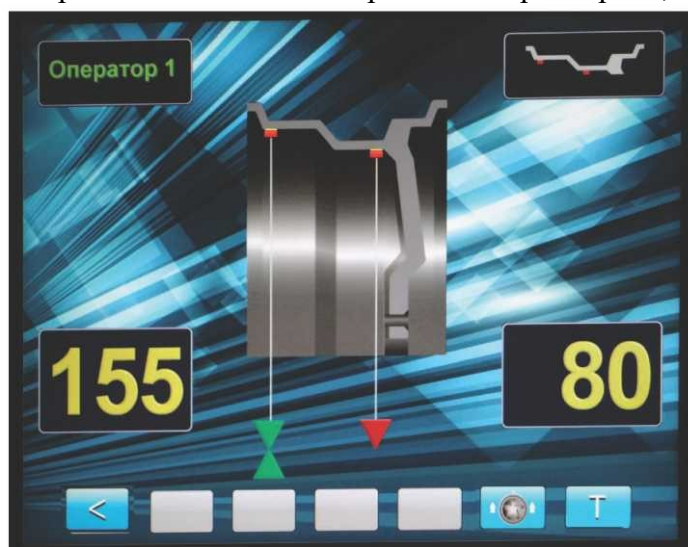

рис.13.2.
13.3. Выдвигайте штангу, следя за перемещением нижнего красного треугольника. В момент, когда штанга будет выдвинута на величину дистанции равную дистанции при задании положения груза в режиме «АУТОПРОГРАММ» (см. п. 11.2 и 11.3) нижний треугольник совместится с треугольником, отмечающим положение груза, при этом изображения обоих треугольников станут зелеными (рис.13.2 и 13.3) и прозвучит звуковой сигнал.